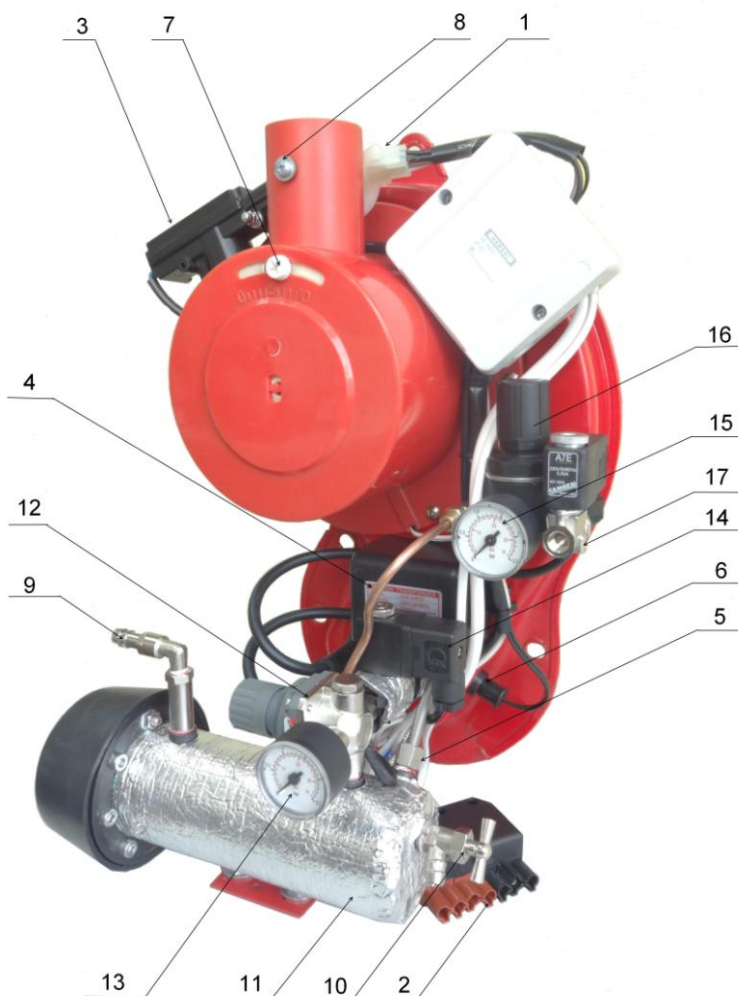
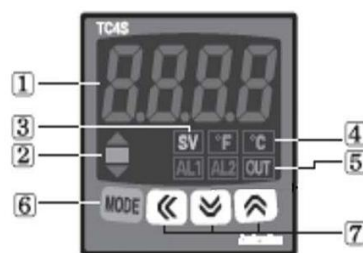
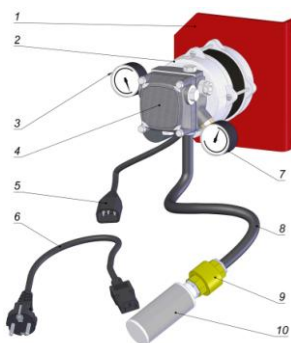
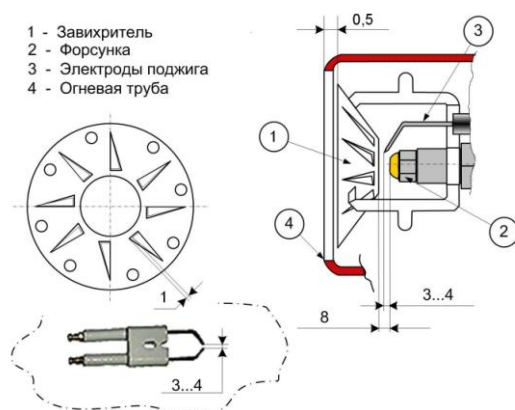

Рис.8. Органы управления и узлы контроля параметров Горелки.
Рис.9.
Рис.15. Топливный насос в сборе.
Рис. 16.
- произвести коммутацию электрической схемы Горелки AL-4Т и теплогенерирующего агрегата, подключив разъем Рис.8 поз.1 к разъему котлового блока управления Рис. 6. поз.3, разъем Рис.8 поз.2 к разъему блока управления нагревом Рис.6 поз.4. Электрическая схема горелки приведена на Рис. 7а, 7б, 7в.
- подключить температурный датчик к температурному контроллеру, к клемме 10 синий провод, к клемме 11 красный провод Рис. 9а.
Температурный контроллер используется для точного поддержания оптимальной температуры 71 °C топлива в подогревателе топлива (Рис. 8, поз. 7) и подачи команды запуска Горелки на топочный автомат (AL1) при достижении температуры масла 65 °C.
Рис. 9а. Электрическая схема температурного контроллера.
Регулировка давления топлива для одноступенчатых Горелок осуществляется регулятором давления топлива (Рис. 8, поз. 12, Рис. 10). Давление контролируется по манометру (Рис. 8, поз.13). Для Горелки AL-4Т давление топлива должно находиться в пределах от 0,1 до 0,5 бар.
Регулировка давления осуществляется регулятором давления первичного воздуха (Рис.8, поз. 16, Рис. 11) и контролируется по манометру (Рис. 8, поз. 15) Для Горелки AL-4T давление первичного воздуха от 0,3 до 0,5 бар. Для изменения регулировки поднять верхнюю крышку до щелчка, для уменьшения давления воздуха поворачивать против часовой стрелки, для увеличения по часовой. После регулировки давления опустить верхнюю крышку до щелчка.
Для регулировки вторичного воздуха для одноступенчатых Горелок установите положение воздушной заслонки в положение от 0 до 10 (Рис. 15)
3.4.6. Пусковая заслонка (Рис.8 поз.8) при включение Горелки находится в закрытом положении. Это необходимо, чтобы при запуске вторичный воздух от вентилятора не срывал пламя и давал Горелке разгореться. Через 0,5-10 сек после открытия топливного клапана (Рис.4 поз.10), пусковая заслонка открывается, обеспечивая нормальное горение. Время открытия заслонки можно изменять 0,5-10 секунд на таймере в блоке управления нагревом. Для увеличения времени нахождения заслонки в закрытом положении поворачивайте регулировочный винт по часовой стрелке, для уменьшения против часовой. Оптимальное время открытия зависит от индивидуальных условий эксплуатации: температуры в помещении котельной, температуры теплоносителя, разряжение в дымовой трубе. Заводская установка - 5 секунд.
После того как температура в подогревателе топлива (Рис. 8, поз. 11) достигла 65 °С, на температурном контроллере (Рис. 9) включается AL-1 - индикатор подачи команды на включение Горелки. На блоке управления котлом загорается зеленый индикатор «Сеть» (POWER) и Горелка находится в режиме ожидания, готовая к запуску.
Рис. 15а. Предохранительный термостат топливного насоса.
3.4.8 При сильном загрязнении фильтра на всасе топливного насоса рис.15 поз.10, фильтра топливного насоса рис. 18 поз.3, фильтра тонкой очистки рис. 19 возрастает усилие на валу насоса, что ведет к перегреву и выходу из строя электродвигателя и топочного автомата. Для предотвращения данной ситуации на электродвигатель устанавливается предохранительный термостат рис. 15а поз.1, который при температуре свыше 90С обесточит электродвигатель.
*При срабатывании предохранительного термостата немедленно произвести чистку или замену фильтра на всасе топливного насоса рис.15 поз.10, чистку фильтра топливного насоса рис. 18 поз.3, замену картриджа фильтра тонкой очистки рис. 19 поз.3.*
После чего нажать на кнопку разблокирования термостата рис. 15а поз.2 и заполнить топливную линию, согласно п.3.5.2.
3.5.2. Заполните топливом всасывающий трубопровод, насос, фильтр и топливный бак Горелки. Для чего в комплекте топливного насоса предусмотрен кабель (Рис.15 поз.5) с вилкой прямого питания от сети 220 В, соедините кабель (поз.6) с разъемом топливного насоса (поз.2). На топливном баке Горелки есть кран сброса воздуха (Рис. 8, поз. 10). Подключите топливный насос напрямую к сети 220 В и откройте кран сброса воздуха. Через шланг начнет стекать масло с пузырьками воздуха. Когда воздух будет полностью удален, закройте кран. Питание насоса подключите по постоянной схеме.
3.5.6. Нажмите кнопку «Сеть» (POWER) на котловом блоке OLB-250,350F-R (Рис.15) и установите температуру нагрева котловой воды согласно паспорта котла.
**ВНИМАНИЕ!** *Перед подачей напряжения на Горелку обязательно заполните топливный бак Горелки (Рис.8 поз.11). В противном случае существует опасность выхода из строя ТЭНов топливного бака.*
- следить за показаниями вакуумметра на топливном насосе. При разрежении минус 0,3 – минус 0,4 бар необходимо очистить фильтр на входе насоса (Рис. 8 поз 22);
- следить за давлением топлива (Рис.8 поз.9), при падении давления более 0,05 бар, проверить состояние фильтра тонкой очистки (Рис. 8, поз 5.), и состояние фильтра топливного насоса (Рис.16, поз.3), произвести их чистку и продувку сжатым воздухом;
6. Проверка состояния фильтра на входе топливного насоса. Если показание вакуумметра, ниже минус 0,35-0,4 бар произведите чистку фильтра (Рис. 15 поз 10).
9. Проверка правильности установки шайбы подпорной относительно форсунки; электродов относительно шайбы подпорной и форсунки (Рис. 16).